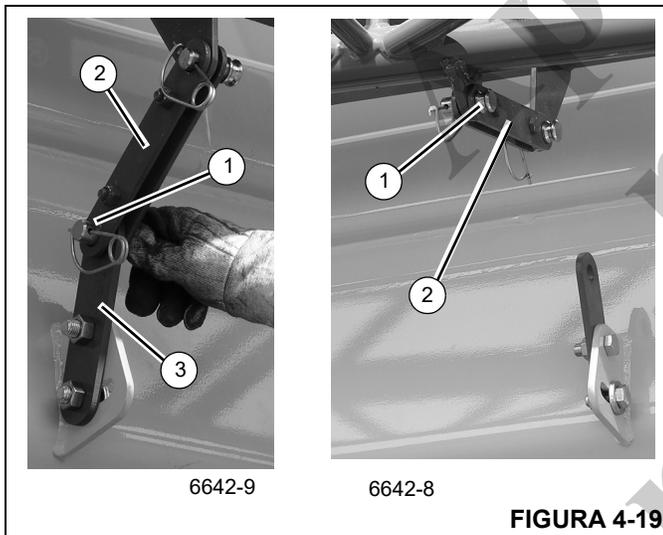

FIGURA 4-19
31. Remova o pino (1, Figura 4-19) da barra de fixação da base da lança (3). Mova a barra de trava (10, Figura 4-20; 2, Figura 4-19) até a seção da base da extensão da lança e instale o pino (1). Fixe com o grampo de retenção.